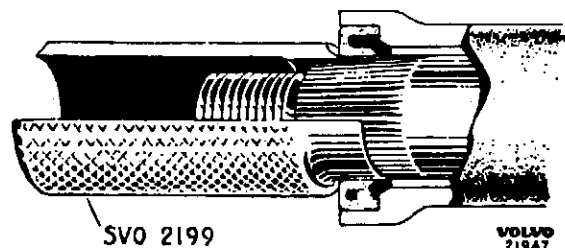

Abb. 55 Schutzhülse bei Einbau der Lenkrollenwelle
6. Schutzhülse 1299 gem. Abb. 55 auf die Kerbverzahnung der Lenkrollenwelle schieben. Lenkrollenwelle in das Lenkgehäuse einbauen. Anliegefläche für die Stellschraube in der Lenkrollenwelle leicht einölen.